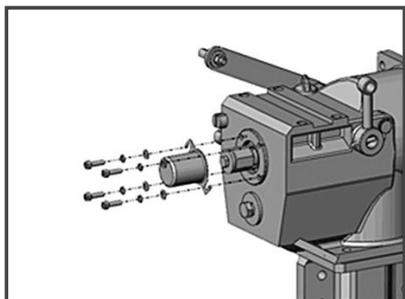
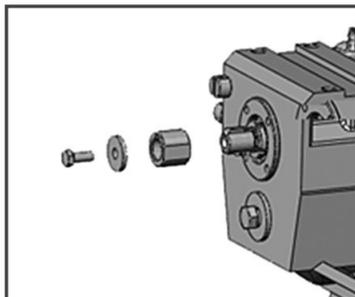

Рис. 4 Снятие защитной крышки ВОМ
Рис. 5 Снятие защитной прокладки ВОМ
1. Снимите защитную крышку вала отбора мощности (далее по тексту ВОМ) мотоблока (Рис. 4).
2. Открутите болт, снимите шайбу и защитную прокладку ВОМ (Рис. 5).
Если далее не планируется использовать помпу, то рекомендуется установить защитную прокладку (Рис. 5) и защитную крышку (Рис. 4) BOM.